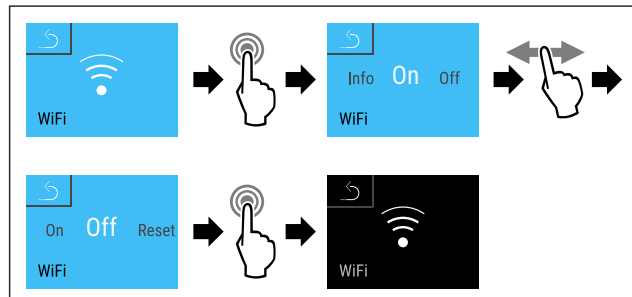

Fig. 120
- Handlungsschritte (siehe Fig. 120) durchführen.